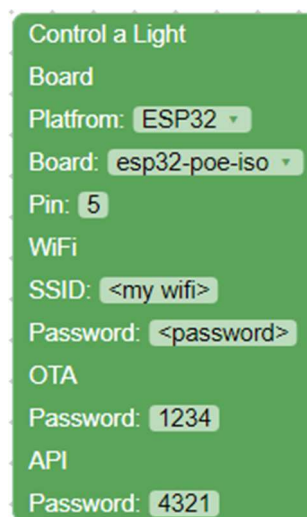

Figura 12 - Aspeto do Bloco
1. Comece por arrastar o bloco “*Control a Light*” para o *workspace* e preencha todos os campos do bloco com as mesmas informações do bloco anterior, sendo que neste bloco, o pino definido será para ligar o LED (Figura 12).